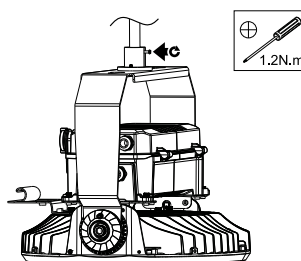

Fig. 35
5. Sécuriser le montage suspendu au conduit en serrant la vis de blocage (Fig. 35).